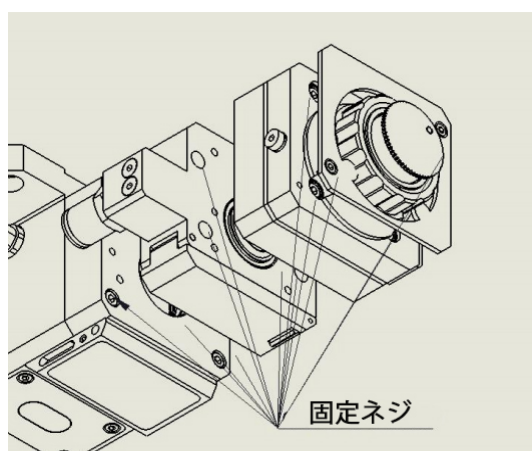

図13 固定ネジを外します
- 図 13 に示すように、レーザーヘッドの下から順番に固定ネジを外します。